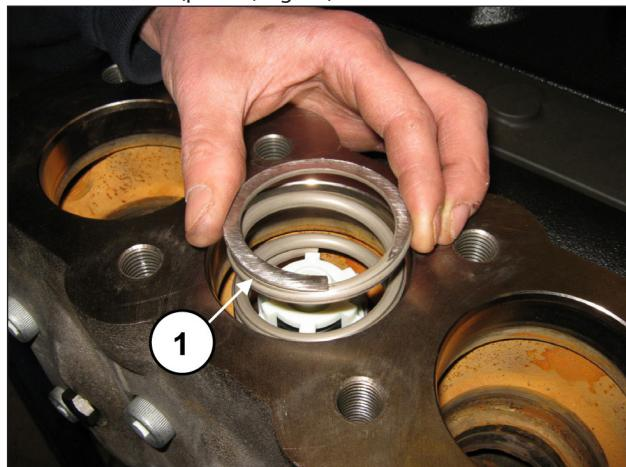

Fig. 99
Extraer el muelle (pos. ①, Fig. 99).